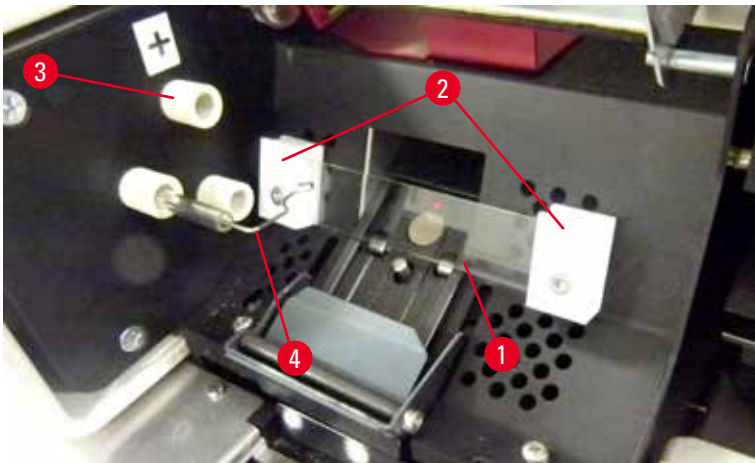

図 17
5. コンタクトスプリング (→「図 16-2」) / (→「図 17-4」) がランプの点火ワイヤ (→「図 18-1」) から外れていることを確認します (→「図 17」) も参照)。